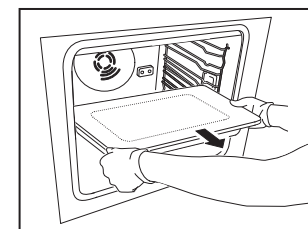

Fig. 4
2. Con ambas manos, retire la placa de inducción y guárdela, teniendo cuidado de evitar golpes que podrían dañar el cristal o el enchufe eléctrico (Fig. 4).